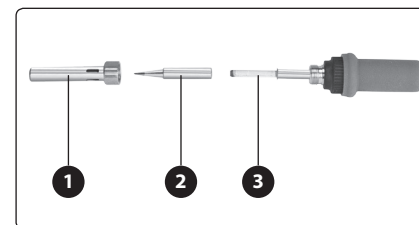

Abb. 3
- Schrauben Sie den Flansch am Spannrohr der Lötspitze ab (Abb. 3, Pos. 1) und entnehmen Sie das Rohr, womit es zum Lösen der Lötspitze kommt (Abb. 3, Pos. 2), und tauschen Sie die Lötspitze gegen eine andere (oder neue) aus. Für die Sicherung der Lötspitze gehen Sie in umgekehrter Reihenfolge vor. Teil 3 in Abb. 3 ist der keramische Heizkörper.